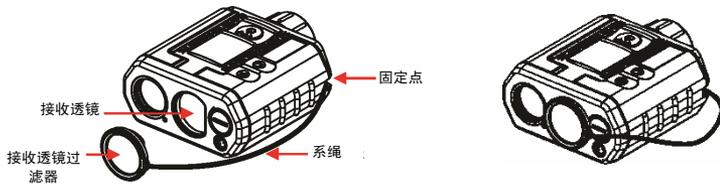

图 10
2. 将树叶过滤器置于 TruPulse 接收透镜之上。图 10 显示了接收透镜。